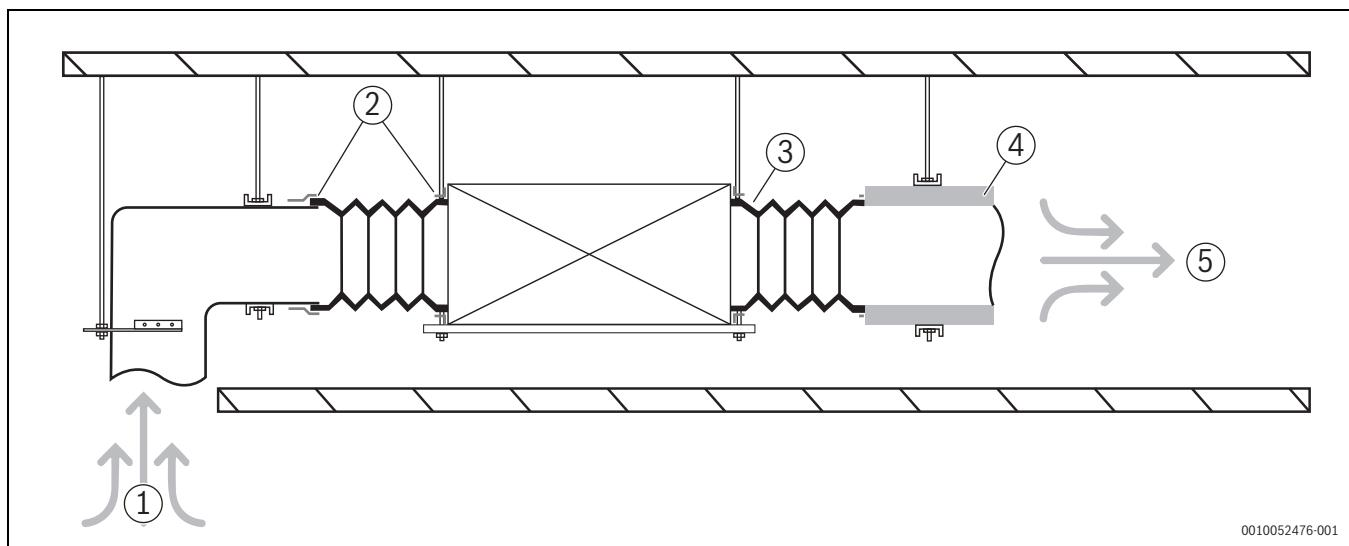

Fig. 28 Unidade de conduta com requisitos de pressão estática
6. Ligue a conduta de ar conforme ilustrado na Fig. 28. Preparação no local obrigatória para todos os componentes exceto para o ar condicionado.
**Legenda da Fig. 28:**